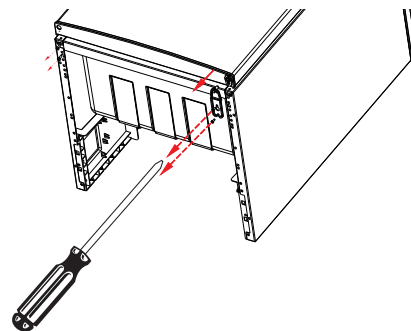

Fig. 2
- ▶ Drej de to skruer for nederste hængsel ud med en stjerneskrue-trækker, og fjern hængslet fra køleskabets hus (fig. 2).